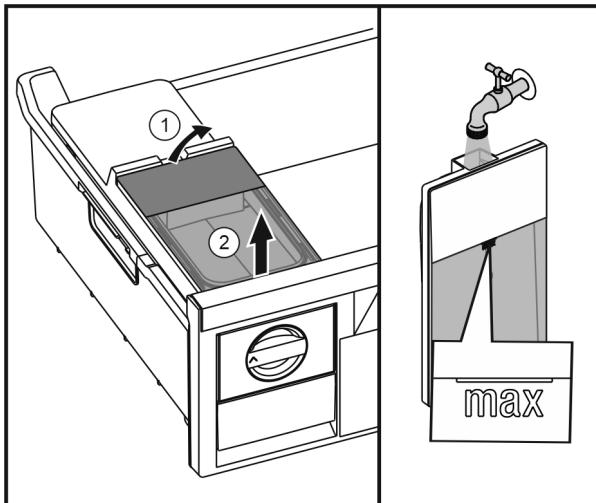

Fig. 34
- Поднять бак для воды сзади Fig. 34 (1) и извлечь движением верх Fig. 34 (2).